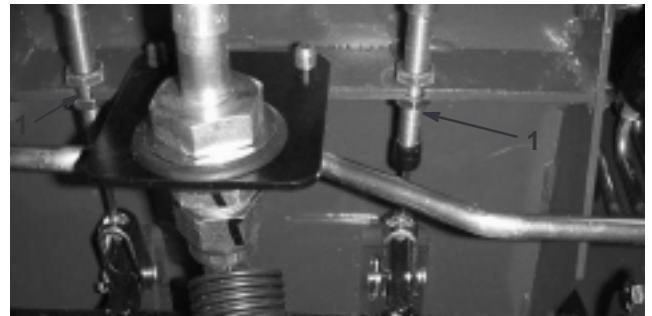

Bild 50
- A. Lockern Sie die vordere Mutter an der Gewindeseite des Bremszuges (Bild 50).